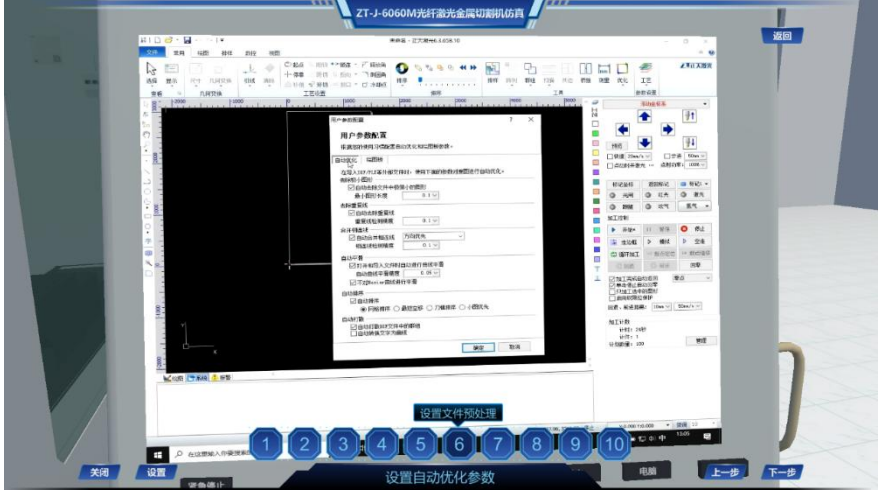

图 9 设置自动化参数
(9) 第九步：设置文件预处理阶段。选择用户设置后设置自动优化参数，点击“确定”图标退出设置界面，如图 9 所示。